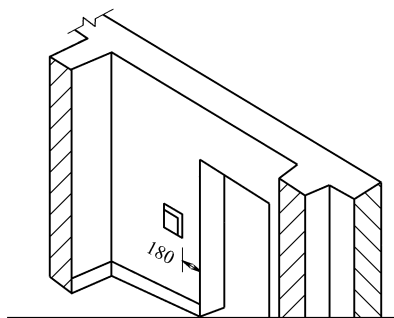
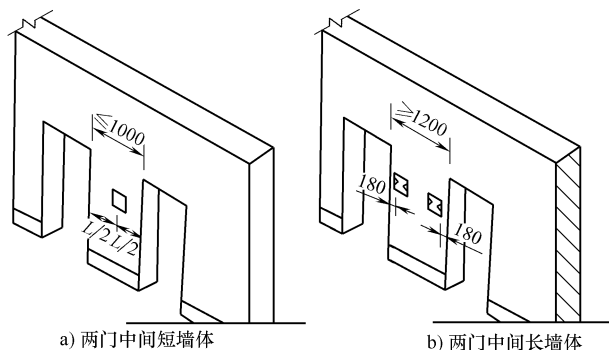

图 7-2 门旁开关盒的位置
图 7-4 两门中间墙上的开关盒位置
- (1) 开关通常装在门左边或其他便于操作的地点。
- (2) 扳把开关和跷板式开关等的安装位置如图 7-2~图 7-4 所示，